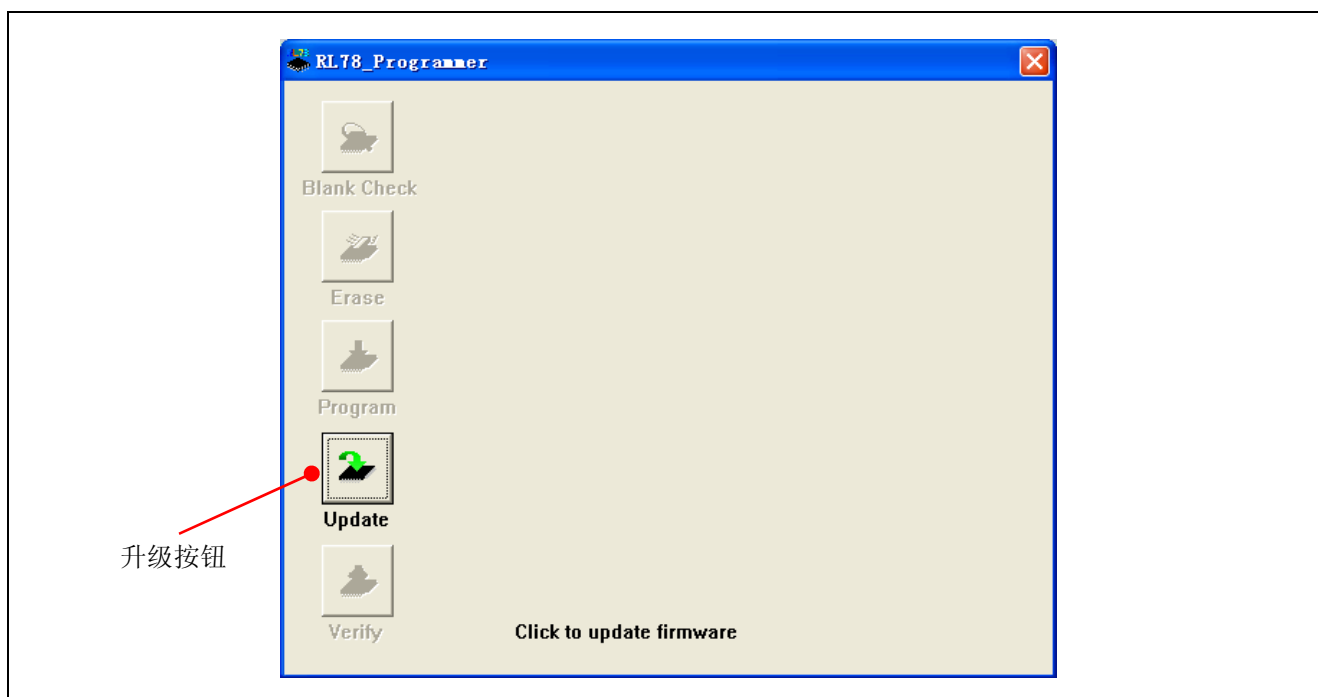

图 2.38 升级主界面
2) 运行“Easy Programmer.exe”，将出现图 2.38 所示主界面。